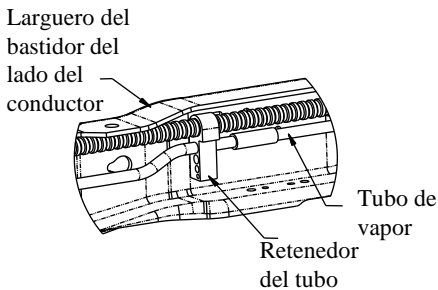
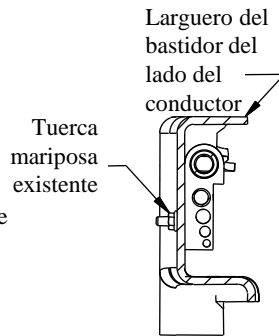
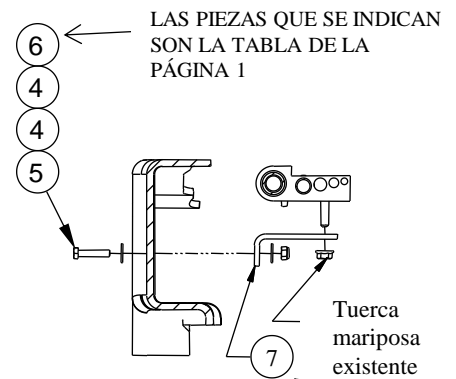

Figura 6A
Figura 6B
Figura 6C
2. **Para modelos de motor de gas 2005 y posteriores únicamente** El tubo de vapor que va a lo largo del costado interior del larguero del bastidor del costado del conductor se debe volver a instalar antes de instalar el soporte del costado del conductor. Ver Figura 6a en la página anterior Quite la tuerca mariposa del exterior del bastidor y guarde para uso posterior. Ver Figura 6b. Rote todos los tubos hacia arriba y afuera del camino. Instale el soporte en L con piezas de 1/4", como se muestra en la Figura 6c. Apriete el soporte en L al bastidor, pero deje el retenedor del tubo suelto como ayuda en la instalación del soporte.